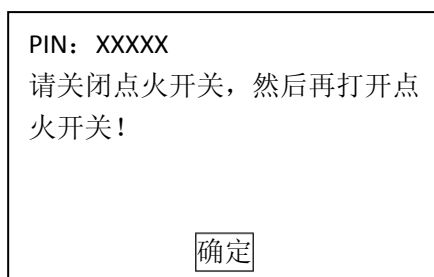

图 10-5
5) 确认信息后, 点击“是”。出现 PIN 码, 读取 PIN 码完成。再按方框内的信息, 进行相关的操作。如图 10-5。